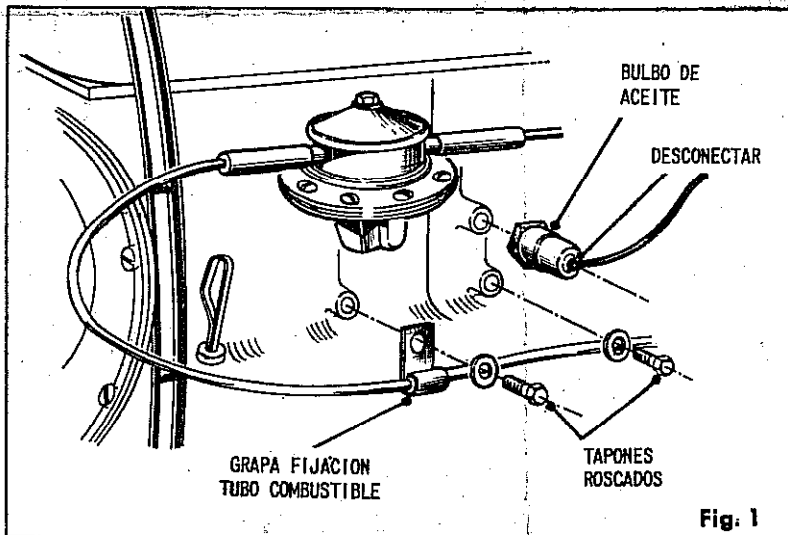

Fig. 1
- 1°) Desconectar el cable del bulbo de aceite. Sacar el bulbo, la grapa de fijación del tubo de combustible y los tapones roscados en el block de cilindros (Fig.1).